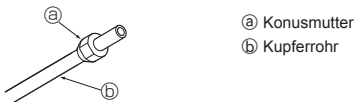

Fig. 5-4
5.2.3. Mutter aufsetzen (Fig. 5-4)